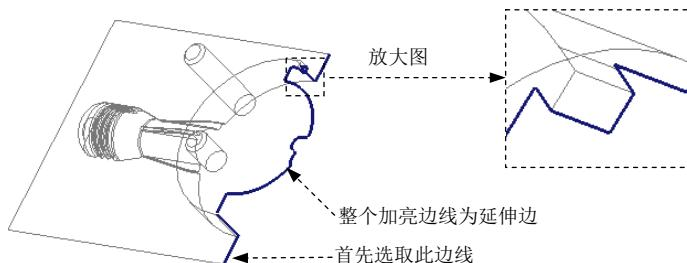

图 10.17 选取延伸边
- (1) 选取图 10.17 所示的边线。
注意：必须随着选取的第一条线段，按住 Shift 键，依次选取图 10.17 中所加亮的线段，线段之间不能间隔，否则无法选取加亮线段。